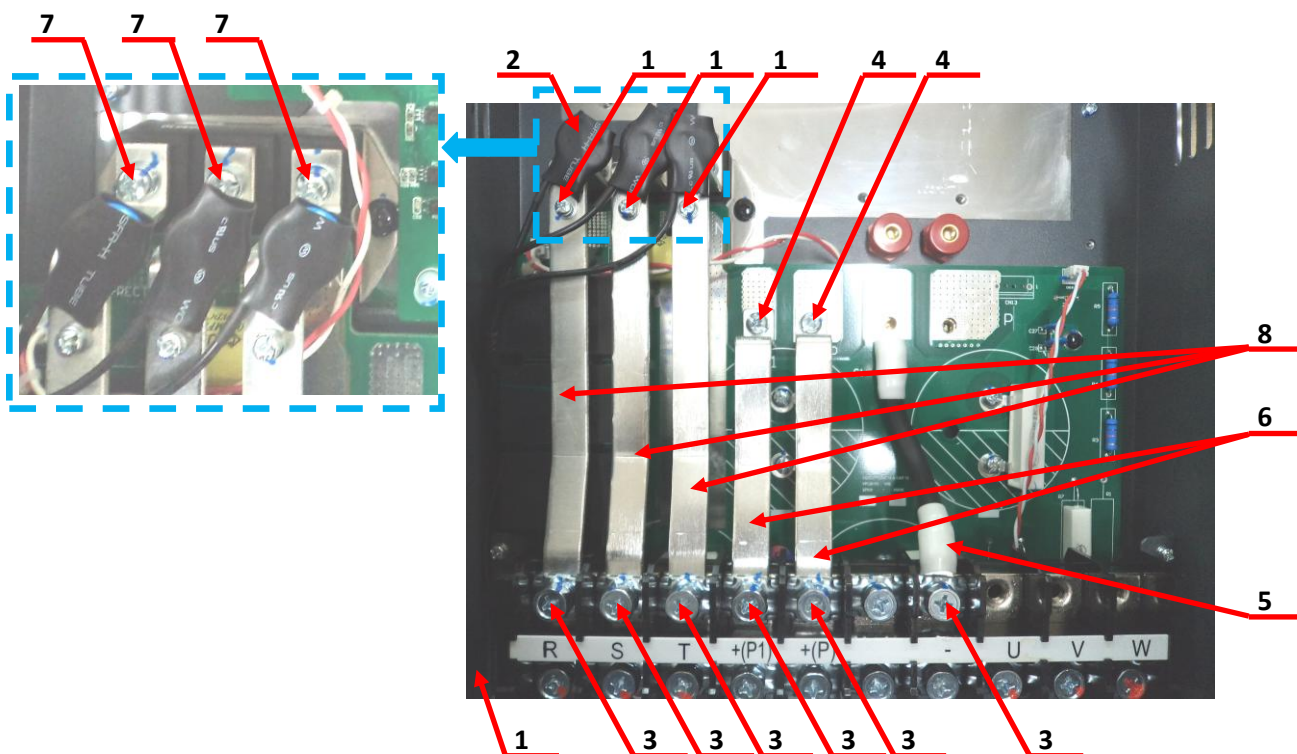

Рис.7.15
- 7.5.3. Установить шины R, S, T поз.8 и закрепить их винтами поз.3 и поз.7 (рисунок 7.15).
7.5.4. Установить шины «+(P1)» и +(P) поз.6 и закрепить их винтами поз.3 и поз.4 (рисунок 7.15).
7.5.5. Установить кабель «-» поз.5 и закрепить его винтом поз.3 (рисунок 7.15).
7.5.6. Установить кабель «-» поз.5 и закрепить его винтом поз.3 (рисунок 7.15).
7.5.7. Установить варисторную сборку поз.2 и закрепить её винтами поз.1 (рисунок 7.15).